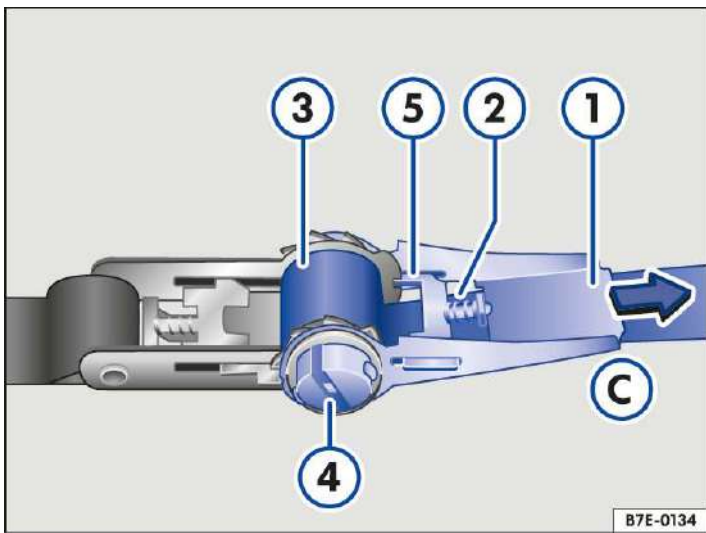

Abb. 3 Ratschengurt festziehen.
2. Schieber → Abb. 3 (2) nach außen drücken.
3. Hebel → Abb. 3 (1) in Position (C) schwenken, bis der Schieber (2) in der Endposition (5) einrastet. Die geschlitzte Welle (4) ist im Freilauf-Modus.